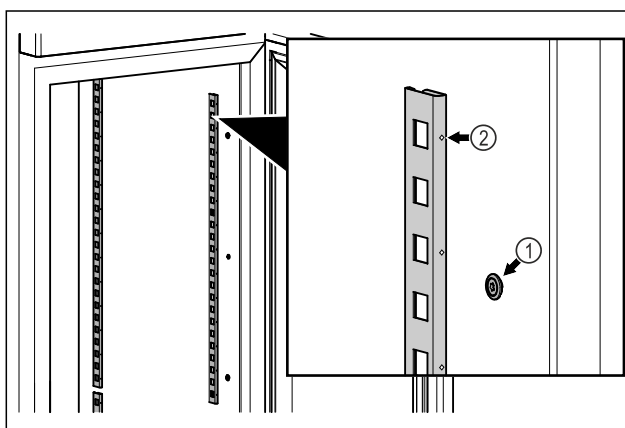

Fig. 79 Reprezentare exemplificativă
- ▶ Acroșați barele de prindere în sistemul de suspendare Fig. 79 (1). Marcajul Fig. 79 (2) trebuie să fie orientat spre înainte.